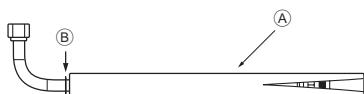

Fig. 3-8
1. Couper le raccord en L Ⓞ à l'emplacement indiqué (Fig. 3-8).